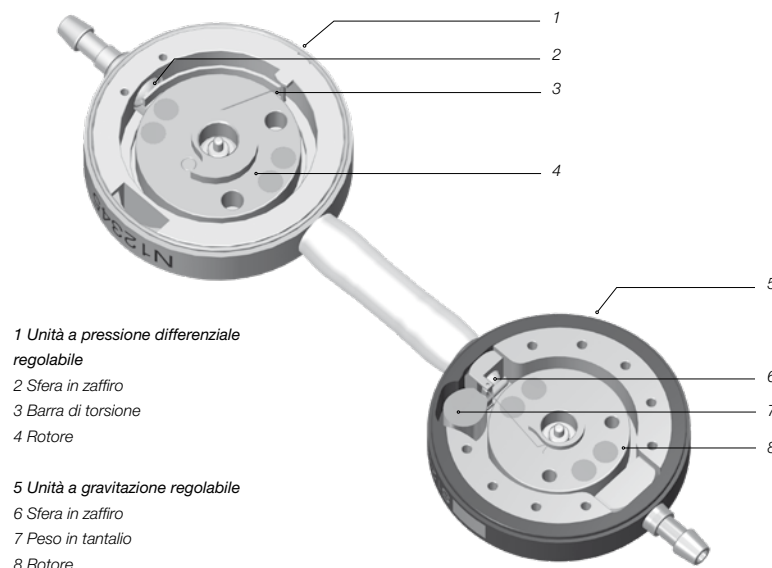

Fig. 1: sezione di M.blue plus
M.blue plus è un sistema costituito da due unità realizzate in titanio; la prima è una valvola programmabile denominata *proGAV 2.0* mentre la seconda è un'unità gravitazionale programmabile denominata *M.blue* (fig. 1). Nella parte prossimale della valvola *proGAV 2.0* si trova un meccanismo di chiusura/apertura tipo ball in cone (sfera in un cono). Una barra di torsione determina la pressione di apertura di questa unità. Un rotore posto al centro di *proGAV 2.0* consente, grazie ad un apposito programmatore, di modificare il carico della molla, che determinerà poi la pressione d'apertura della valvola. L'unità gravitazionale programmabile *M.blue* ha nella sua parte prossimale un bilanciante. Ad un'estremità abbiamo una sfera in tantalio mentre dall'altra una sfera in zaffiro. Quando la sfera in tantalio si sposta per gravità, a seconda della postura del paziente, modifica la pressione